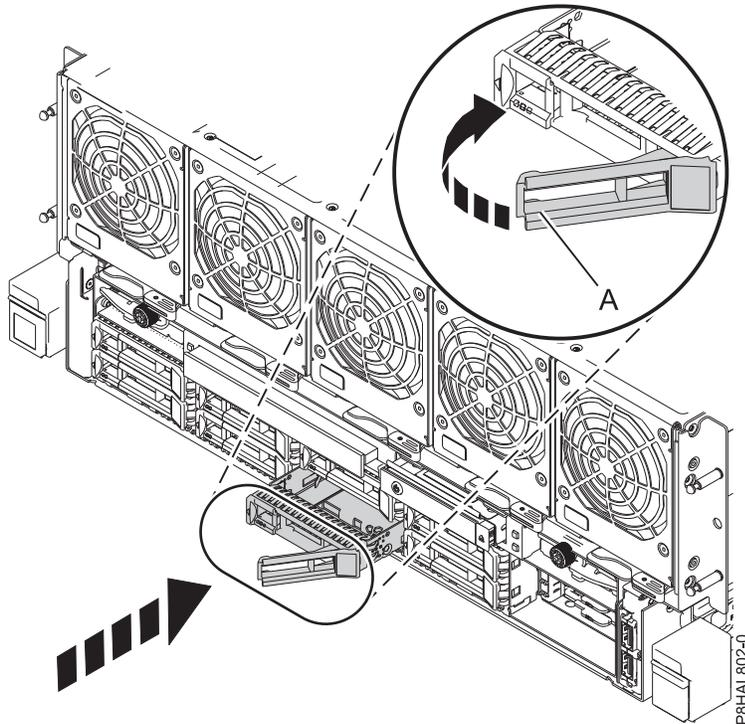

図 19. ディスク・ドライブの再取り付け
- ドライブをシステムに完全にスライドさせ、ドライブ・ベイ・ハンドル **(A)** をロックされるまで押し込みます。 17 ページの図 19